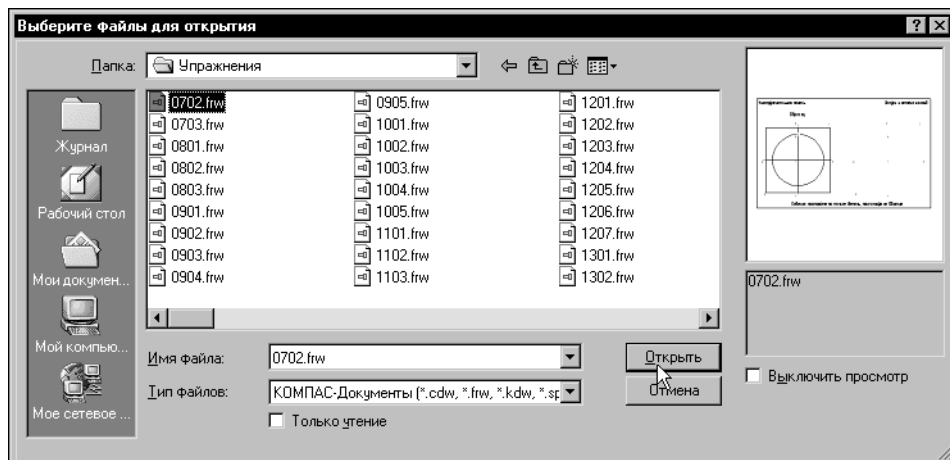

Рис. 5.17. Папка, содержащая файлы упражнений
3. Раскройте список **Папка**, выберите имя устройства для чтения компакт-дисков и откройте папку *..\Tutor2D-черчение\Упражнения\* (рис. 5.17).
Выберите в списке файл, имя которого соответствует номеру выполняемого упражнения, например, *0702.frw* и нажмите кнопку **Открыть** (рис. 5.17).